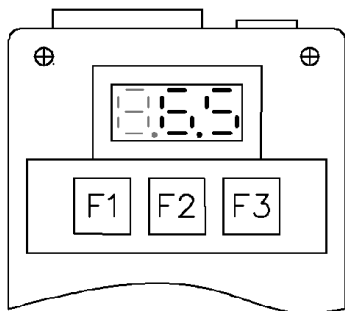

Рис. 4.
1.4.8. Подключить к выходным клеммам прибора провода заряда АКБ (красный провод к клемме «+», чёрный к клемме «-»). Подключить АКБ, соблюдая полярность (см. приложение Б). На индикаторе (рис. 4) появится значение напряжения АКБ (может быть любым в пределах 8...12,8В в зависимости от степени разряда АКБ). Вентилятор охлаждения начнет работать и остановится через 2 минуты.